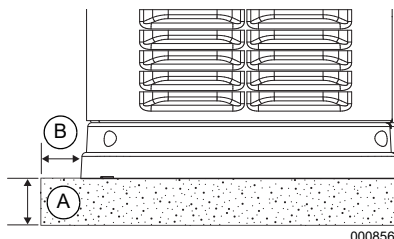

Figura 3-4. Pedriscos ou pedregulhos
Consulte a Figura 3-4. Prepare uma área retangular de aproximadamente 127 mm (5 pol) de espessura (A) e aproximadamente 76,2 mm (3 in) de comprimento e mais larga (B) do que a pegada do gerador em todos os lados ao usar pedriscos ou pedregulhos.